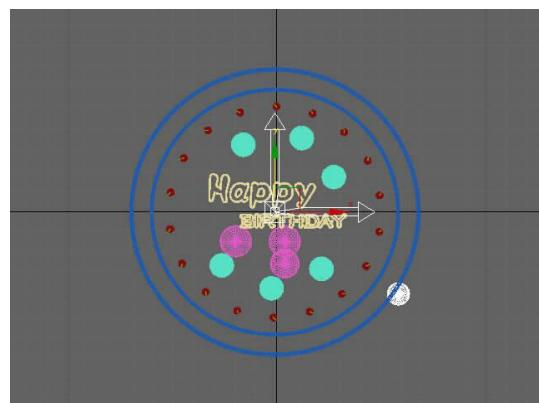

图 2-79 对齐轴
Step 23. 进入 创建面板→ 几何形体→球体，在蛋糕底部创建球体，打开仅影响轴，使用 对齐工具将球体的轴心对齐到蛋糕的中心，如图 2-79 所示。